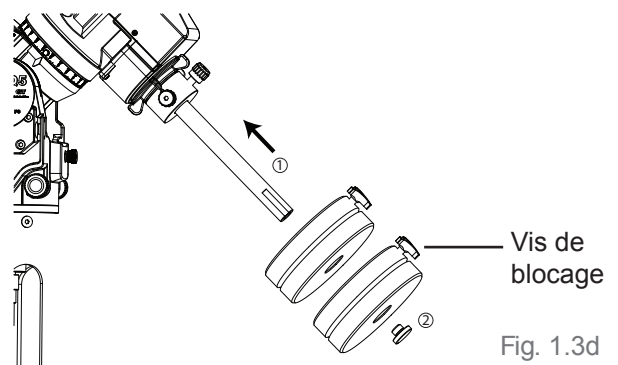

Fig. 1.3d
6. Remettez la vis moletée de protection en bout de barre (Fig. 1.3d).